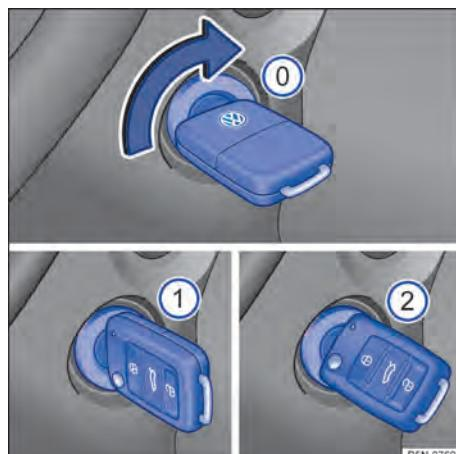

Fig. 105 Ao lado do volante, à direita: posições da chave do veículo no cilindro da ignição.
Posições da chave do veículo → Fig. 105
3.	Veículos com motor a diesel: para a pré-incipescência, girar a chave do veículo no cilindro da ignição para a posição → Fig. 105 ①. A luz de controle  se acende no instrumento combinado.